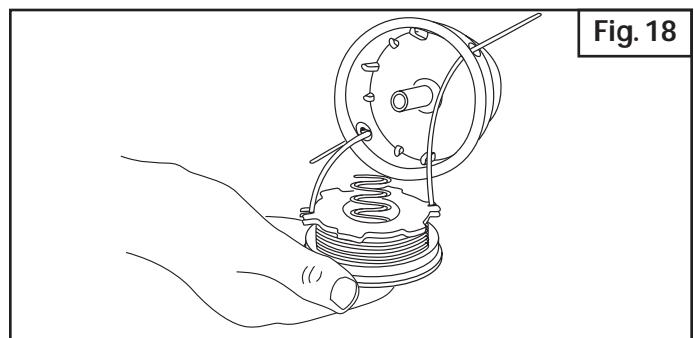

Fig. 18
13. Insérez les extrémités du fil dans les œillets de la bobine extérieure et placez le moulinet et le ressort dans la bobine (Fig. 18). Enfoncez le moulinet et la bobine ensemble. Tout en tenant le moulinet et la bobine, saisissez les extrémités et tirez fermement pour dégager le fil des fentes de retenue de la bobine.
5. Insérez les extrémités du fil dans les œillets de la bobine extérieure (Fig. 18).